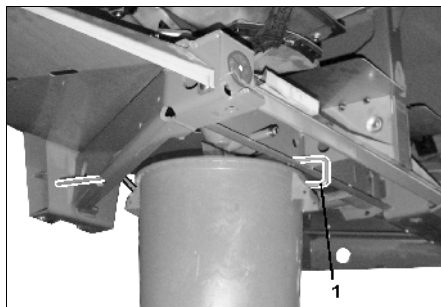

Рис. 34
- Подвесьте улавливающую емкость (Рис. 34/1), как показано на Рис. 34, на раме.